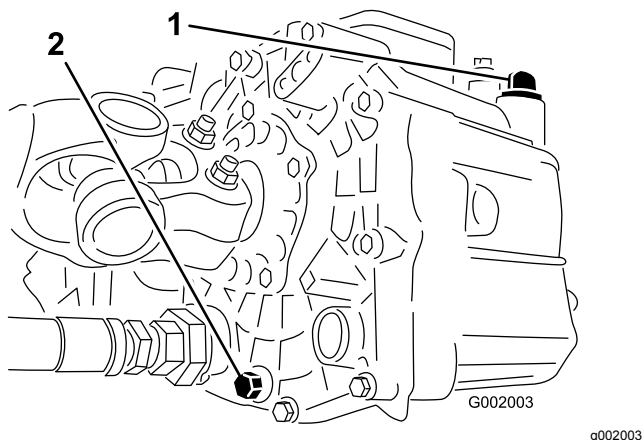

Рисунок 50
3. Снимите маслосливную пробку с боковой стороны резервуара и дайте гидравлической жидкости стечь в сливной поддон (Рисунок 50).